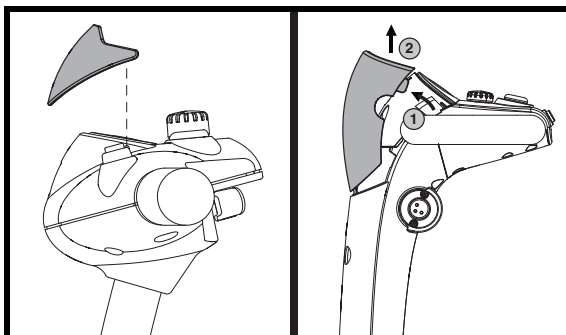

Abb. 12. Lenkerkonsole Schutzvisier
1. Drücken Sie die Oberseite der Schutzscheibe behutsam von der Lenkerkonsole weg und heben sie dann nach oben. **Siehe Abb. 12.**